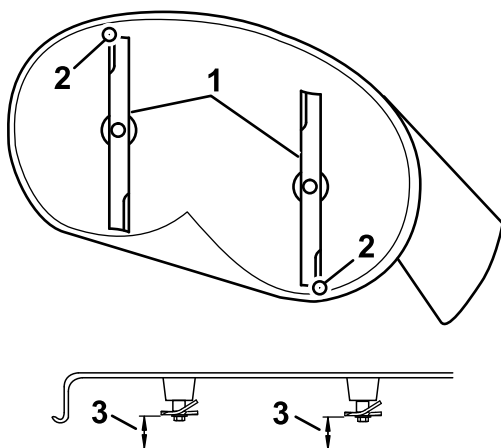

Bild 67
4. Drehen Sie die Messer vorsichtig, sodass sie in Längsrichtung zeigen (Bild 67).
5. Messen Sie zwischen der Messerspitze vorne und hinten und der ebenen Fläche (Bild 67).